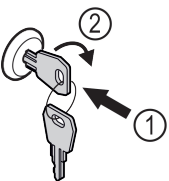

Fig. 170
- ▶ Paina avain lukkoon Fig. 170 (1).
- ▶ Kierrä avainta 90° myötäpäivään Fig. 170 (2).